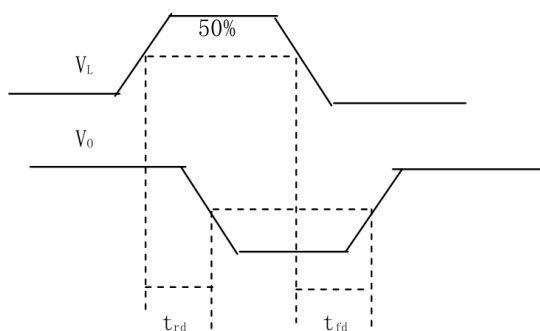

图 5: 延迟时间示意
**平均传输延迟时间  $t_{pd}$**  指与非门的输出信号的延时，如图 5 所示。图中  $t_{rd}$  为导通延迟时间， $t_{fd}$  为截止延迟时间，两者平均值称为与非门的平均传输延迟时间，记作  $t_{pd}$ 。